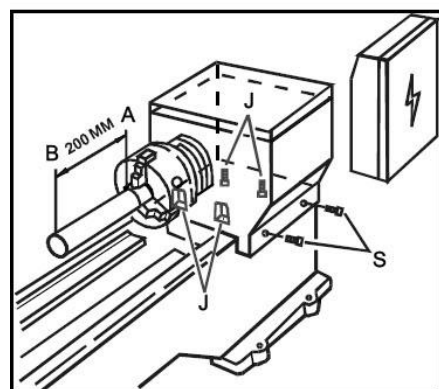

Рис. 26
6. Если результаты измерения оказываются не в допуске, и требуется регулировка, ослабьте болты (J, Рис. 26), которые крепят переднюю бабку к станине (не выворачивайте болты полностью).
7. Отрегулируйте два винта (S, Рис. 26), расположенные на задней стороне передней бабки сразу над кронштейном крепления двигателя, и проточите пруток еще раз. Продолжайте регулировать винты после каждой проточки прутка и проверки до тех пор, пока результаты измерений прутка не станут выходить за рамки допустимых. Затяните все винты передней бабки и зажимные гайки на регулировочных винтах.